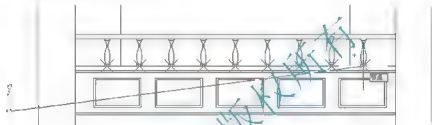

图 5.25 复制“花瓶”
(3) 用【复制】命令将“花瓶”复制到阳台上，“花瓶”最下部的中点和“点”相重合，所以复制基点应选择在“花瓶”最下部的中点部位，结果如图 5.25 所示。
(4) 最后删除定数等分插入的点。